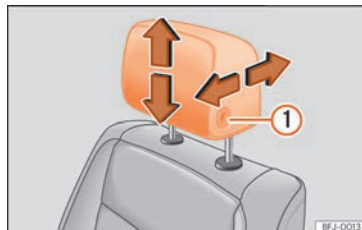
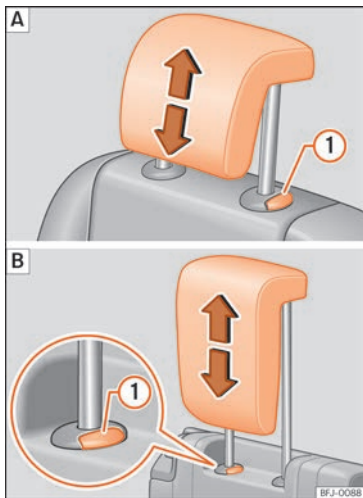

Fig. 106 Banco dianteiro: ajuste do encosto de cabeça.
Fig. 107 Ajuste dos encostos de cabeça traseiros: **A)** Segunda fila de bancos, **B)** terceira fila de bancos.
- Mova o encosto de cabeça para cima ou para baixo no sentido da seta correspondente. No caso dos encostos de cabeça dianteiros quer para aumentar como para baixar deve pressionar o botão »» Fig. 106 ①; no caso dos traseiros é apenas necessário pressionar o botão »» Fig. 107 ① para baixá-los
- Mova o encosto de cabeça para a frente ou para trás no sentido da seta correspondente enquanto pressiona o botão »» Fig. 106 ①.